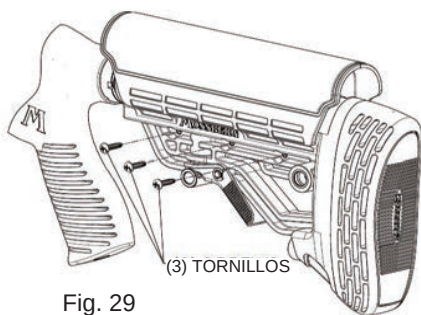

Fig. 29
Con un destornillador Phillips retire los (3) tornillos en la culata y tire del compartimiento para cartucho (Fig . 29 y 30).